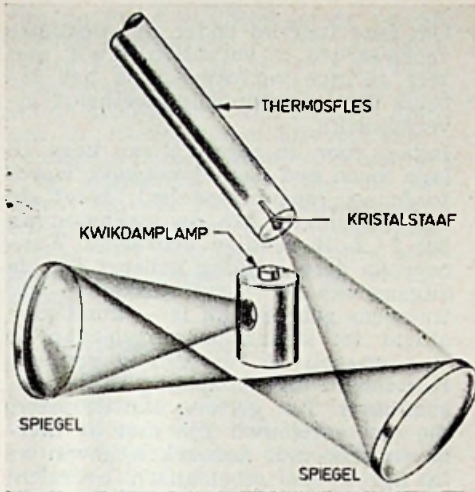

Fig. 2
D. F. Nelson en W. S. Boyle ontwierpen de inrichting, die continue Laser-werking mogelijk maakte, door een enorme hoeveelheid licht op het kristal te concentreren (zie ook fig. 2).